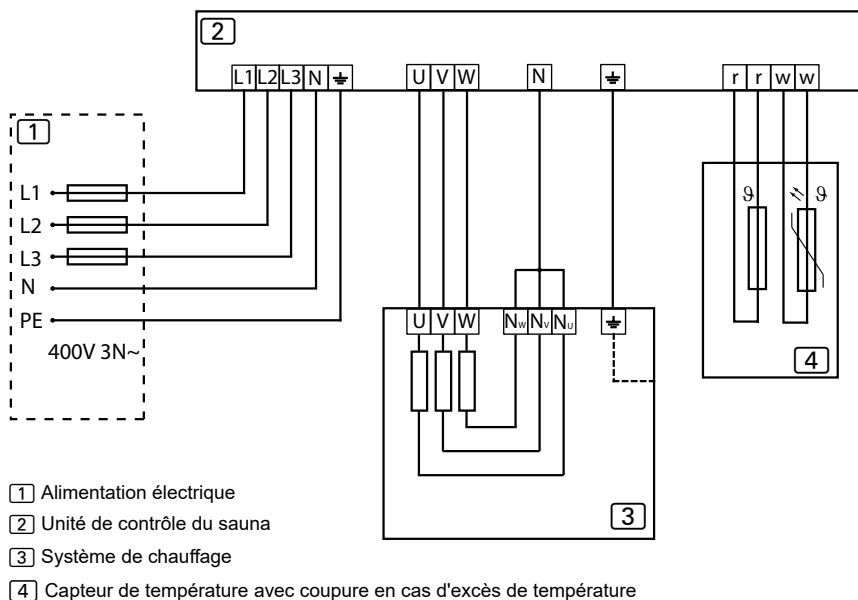

Figure 9. Schéma de câblage 400V 3N~
- **Ventilation mécanique** : la bouche de ventilation doit être installée dans la partie supérieure du sauna de façon à ne pas gêner le fonctionnement du capteur de température. (Figure 9. Distance minimale entre la bouche d'air et le capteur)